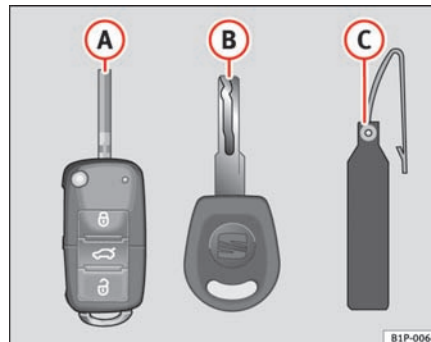

Fig. 63 Nøglesæt
- en nøgle med fjernbetjening ⇒ fig. 63 A (nøglen kan klappes ud)*
Det er ikke muligt at få lavet ekstranøgler uden nøglenummeret på nøglevedhængen ⇒ fig. 63 B. Derfor skal du være opmærksom på følgende: